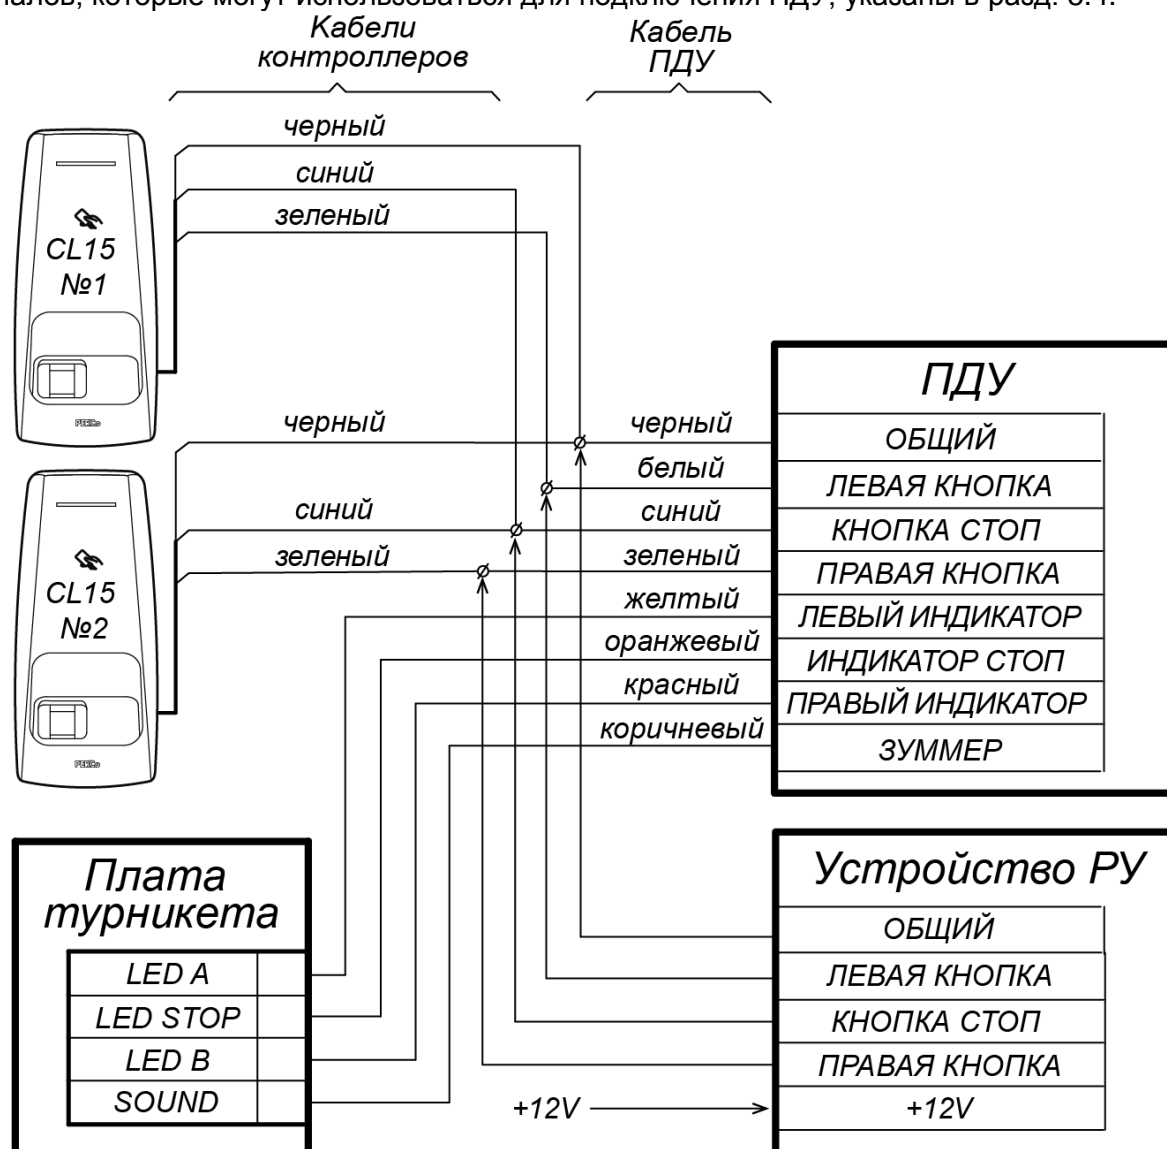

Рисунок 9. Схема подключения ПДУ и устройства РУ
2. ПДУ (или устройство РУ) подключается согласно схеме, представленной на рис. 9.
При совместной работе двух контроллеров обеспечивается возможность подключения ПДУ для управления турникетом или калиткой. Для подключения ПДУ используются по 2 входа на каждом контроллере: *DU* и *In* (подключение осуществляется согласно схеме на рис. 9, при этом входы *In* обоих контроллеров д.б. сконфигурированы в Web-интерфейсе контроллера как *Кнопка ПДУ, направление 3*). Управление индикацией ПДУ (*Индикаторы Левый/Стоп/Правый и Зуммер*) возможно только для ИУ производства PERCo, при этом подключение осуществляется к соответствующим выходам платы CLB – см. схемы подключения ПДУ для соответствующих ИУ.